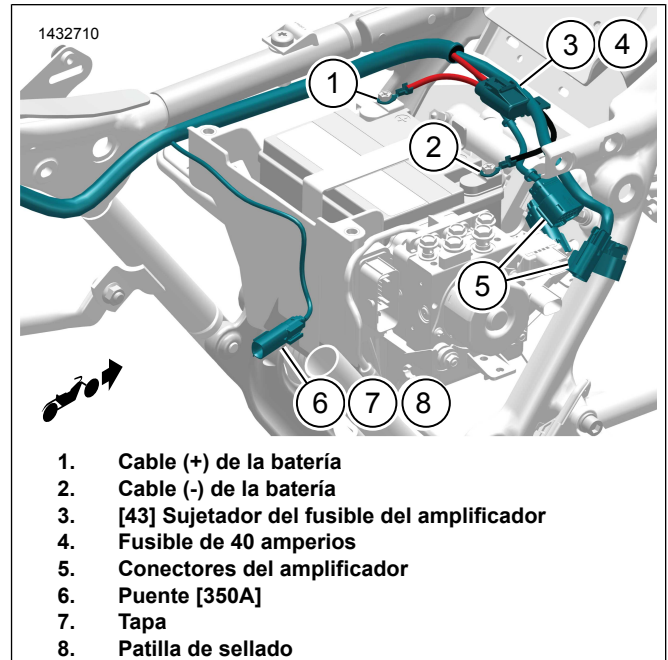

Figura 11. Disposición del arnés de cables externo (típico)
3. Consulte la Figura 11. Tienda el ramal del arnés [350A] (6) hacia el área de la caja de la batería.
5. Consulte la Figura 11. Tienda los elementos 1 a 5 por delante de la batería y hacia la cubierta lateral derecha.
6. Conecte el cable negativo de la batería (2).
7. Conecte el cable positivo de la batería (1).
8. Asegure el portafusibles del amplificador (3) con una correa de cables.
Consulte la Figura 11. Tienda el ramal del arnés [350A] (6) hacia el área de la caja de la batería.
Consulte la Figura 11. Tienda los elementos (1 a 5) por delante de la batería y hacia el área de la cubierta lateral derecha.